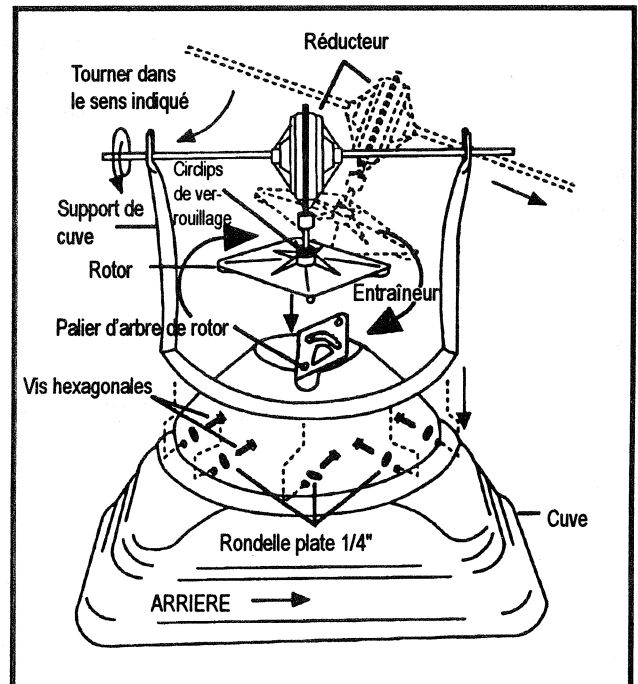

Fig. 4
(Voir Fig. 4)
- La rotation de l'arbre du rotor doit être maintenant déterminée. Faire tourner l'essieu dans le sens indiqué sur la figure 4, et vérifier que le rotor tourne dans le sens des aiguilles d'une montre.
NOTE: Vérifier le sens de rotation. En regardant l'intérieur de la cuve par le dessus, l'agitateur DOIT tourner dans le sens contraire des aiguilles d'une montre. S'il tourne dans l'autre sens, répéter les étapes de la figure 4.